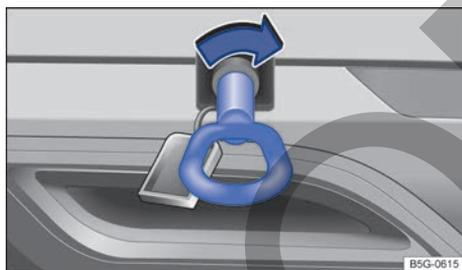

Fig. 210 En el lado derecho del paragolpes trasero: enroscar la argolla de remolque.
- Enrosque la argolla de remolque en el alojamiento → fig. 210 girándola al máximo **en el sentido de las agujas del reloj** → Ⓞ. Utilice un objeto adecuado con el que pueda enroscar completa y fijamente la argolla de remolque en su alojamiento.